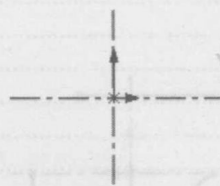
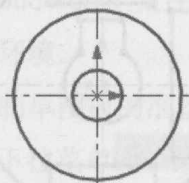
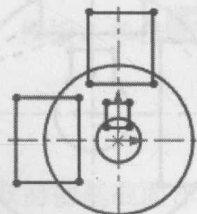

图 1.2.2 绘制中心线
图 1.2.3 绘制圆
图 1.2.4 绘制矩形
Step3. 绘制草图的大致轮廓。选择下拉菜单 **工具(T)** → **草图绘制实体(E)** → **中心线(N)** 命令，绘制图 1.2.2 所示的中心线；选择下拉菜单 **工具(T)** → **草图绘制实体(E)** → **圆(C)** 命令，在图形区中绘制图 1.2.3 所示的圆；选择下拉菜单 **工具(T)** → **草图绘制实体(E)** → **边角矩形(R)** 命令，在图形区中绘制图 1.2.4 所示的矩形。